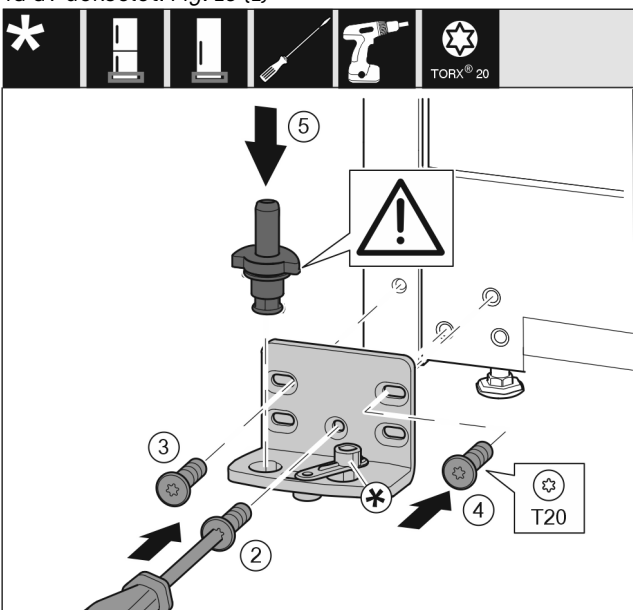

Fig. 14
- ▶ Monter lagerbukken på den andre siden, og skru den på med en skrutrekker T20. Begynn med skruer 2 nederst i midten. Fig. 14 (2)
- ▶ Skru fast skruer 3 og 4. Fig. 14 (3,4)
- ▶ Sett lagerbolten fullstendig på. Pass samtidig på at låsebolten peker bakover. Fig. 14 (5)